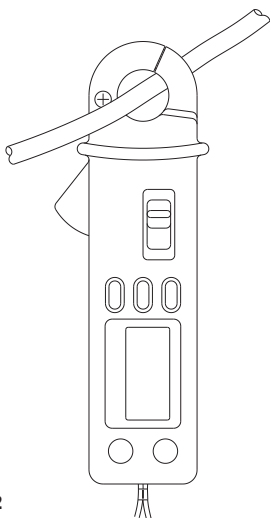

図2
4. DC測定では、図2のように機器の上側から下側に電流が流れるときに正の値となります。